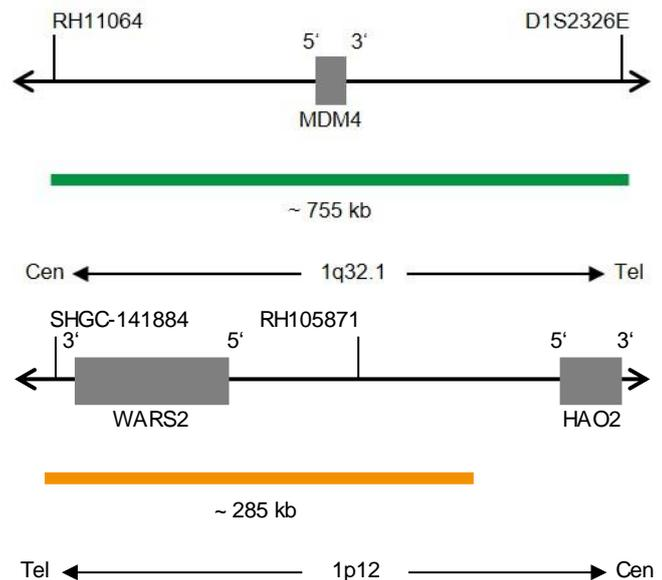

Fig. 1: Arriba: SPEC MDM4 Mapa de la sonda; abajo: SPEC 1p12 Mapa de la sonda (no está a escala)
- Polinucleótidos marcados en verde (excitación a 503 nm/emisión a 528 nm) ZyGreen (~10 ng/μl), dirigidos a secuencias localizadas en 1q32.1* (chr1:204,126,022-204,882,307) que albergan la región del gen MDM4 (ver Fig. 1).
- Polinucleótidos marcados en naranja (excitación a 547 nm/emisión a 572 nm) ZyOrange (~4,5 ng/μl), dirigidos a secuencias localizadas en 1p12* (chr1:119,537,102-119,823,147) (ver Fig. 1).